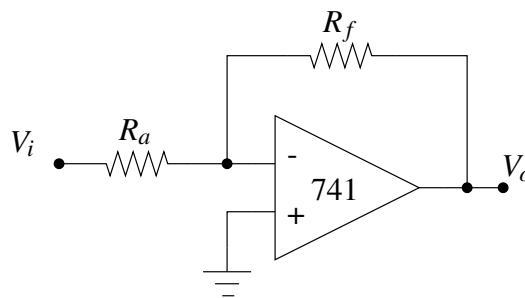

Figura 3: Amplificador operacional em montagem inversora.
Para simular o funcionamento dos circuitos deste laboratório que contenham amplificadores operacionais, como o circuito da figura 3, deve usar o programa LTspice.
Monte o circuito representado na Figura 3 utilizando os seguintes valores para as resistências:
2. Simule o circuito da Figura 3 para uma onda de entrada sinusoidal de  $0.5V$  de amplitude e frequência de  $1kHz$  (Simulação-1). Observe os sinais na entrada e saída do circuito ( $V_i$  e  $V_o$ ) e na entrada do  $v^-$  do ampop.
4. Monte o circuito da Figura 3 sem se esquecer de ligar as fontes de alimentação que regulou anteriormente ao circuito. Tenha cuidado ao fazer as ligações sobre a base de experimentação para não alterar o valor que registou para as fontes.
7. Simule o circuito da Figura 3 para uma onda de entrada sinusoidal de 2V de amplitude e frequência de 1kHz (Simulação-2). Observe novamente os sinais na entrada e saída do circuito e na entrada inversora ( $v^-$ ) do ampop.